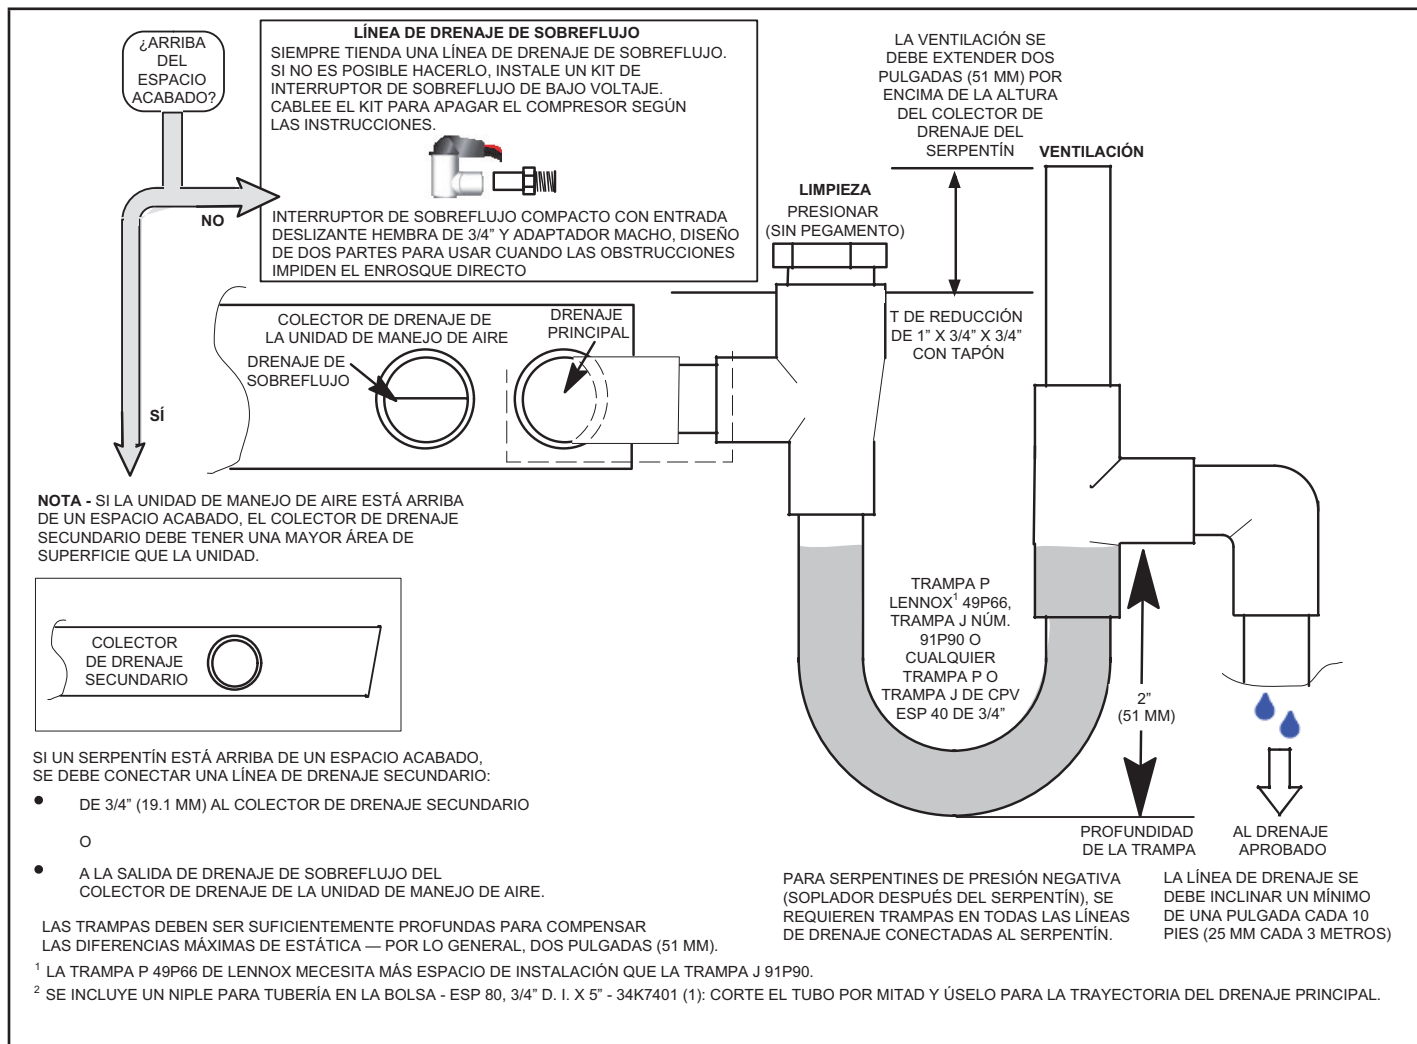

FIGURA 12. Drenaje típico principal y de sobreflujo
- 6 - Instale una trampa de 2 pulg. en las líneas de drenaje principales (primarias) lo más cerca posible de las unidades (consulte la FIGURA 12). Asegúrese de que el extremo superior de la trampa esté debajo de la conexión al colector de drenaje para que el colector se drene por completo.